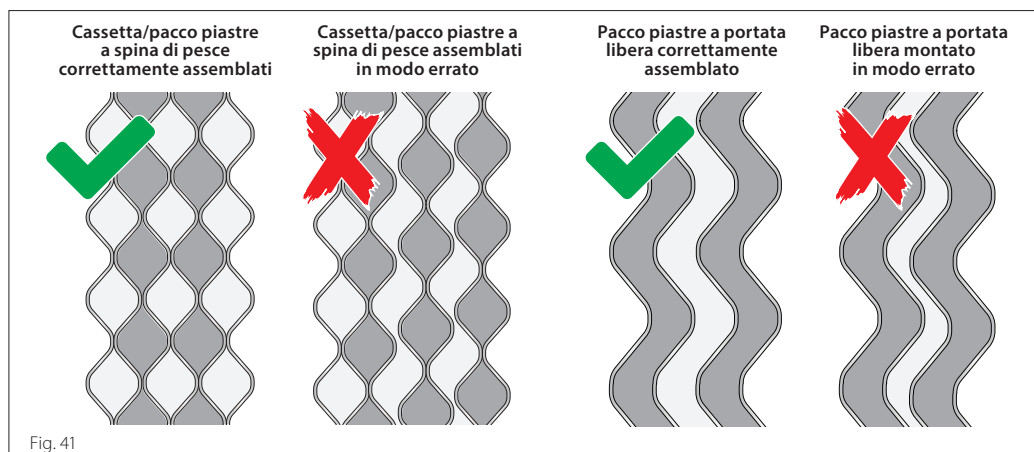

Fig. 41
- Controllare l'uniformità del profilo a nido d'ape della piastra/cassette (vedere fig. 41)